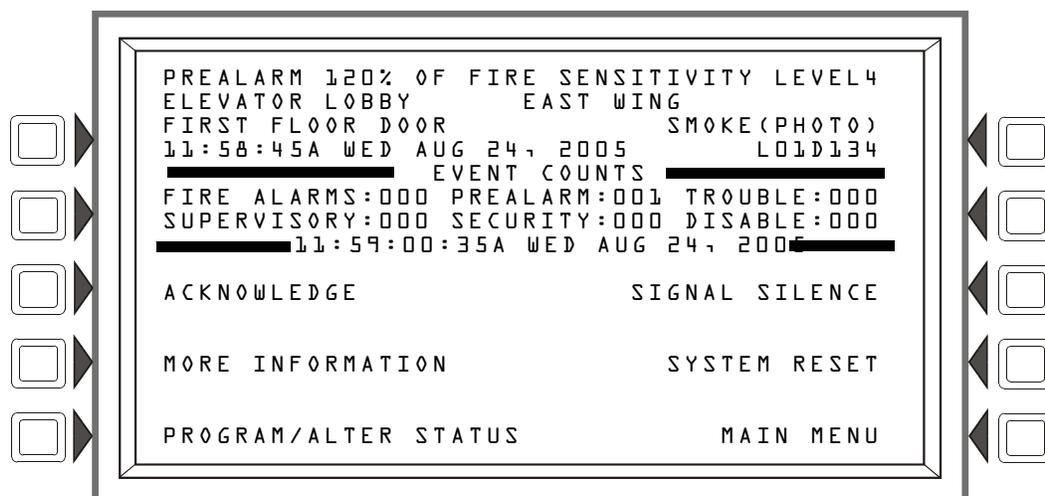

Figura 2.5 Exemplo de mensagem de pré-alarme
- Exibe PREALARM no canto superior esquerdo do LCD, bem como a leitura de sensibilidade, o código de tipo e outras informações específicas do detector, conforme mostrado na Figura 2.5.